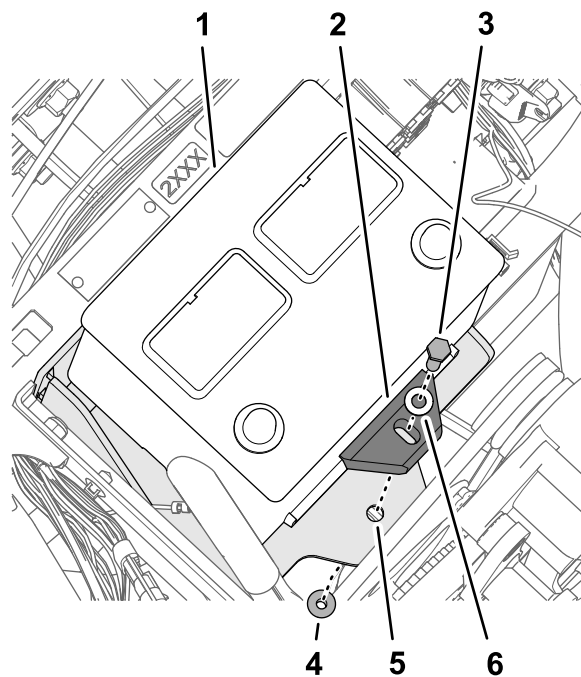

Figura 174
- Montate la batteria alla relativa staffa con il bullone (5/16" x 1¾"), la rondella (5/16"), la cinghia della batteria e il dado di bloccaggio flangiato (5/16") come illustrato nella Figura 174.